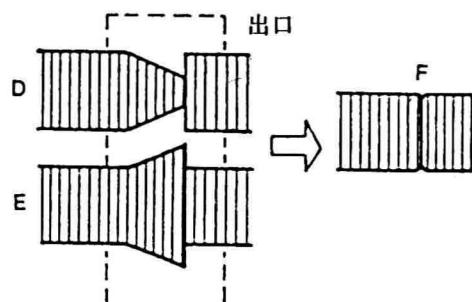

图53
⑤如果RF包络出现图53中“D”或“E”所示的波形, 必须调整磁带出口导柱P3;
⑥用调整导柱P2的同样方法, 来调整导柱P3, 使出口处的波形变平直, 如图53中“F”所示;